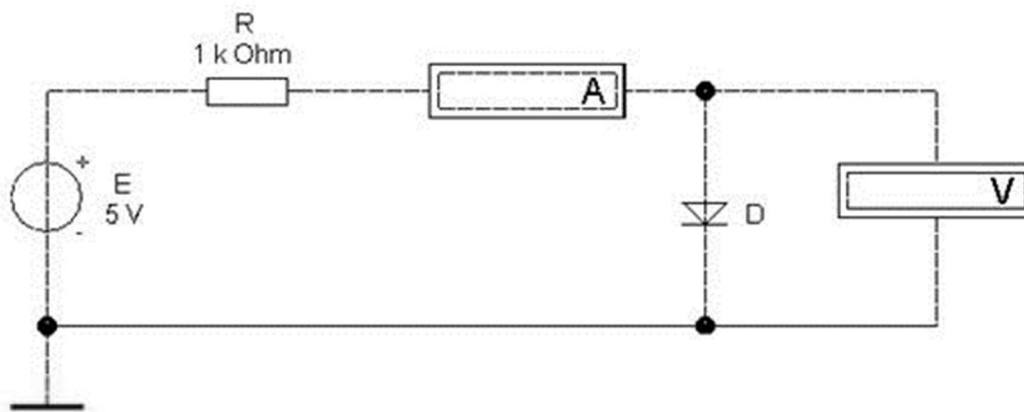

Рисунок 1.2. Схема для снятия ВАХ диода
3. Собрать схему для снятия вольтамперной характеристики диода (рис. 1.2) и включить.